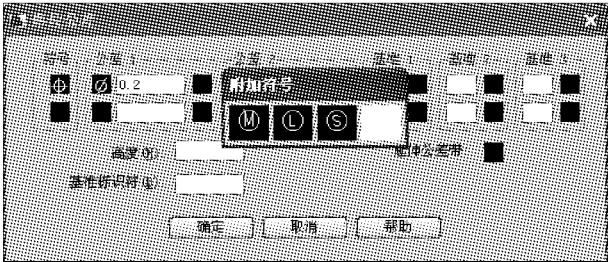

图 3.39 选择附加符号
(3) 在第二个空白栏输入公差值 0.2,在第三个空白栏单击鼠标左键,在弹出的“附加符号”对话框中选择 $\text{\textcircled{S}}$ 符号,如图 3.39 所示。